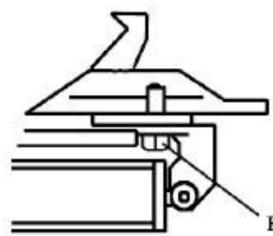

Fig. 15
Nota: Após os primeiros 20 dias de uso, reaperte as garras no prato giratório com parafusos de aperto (B) (Fig. 15).